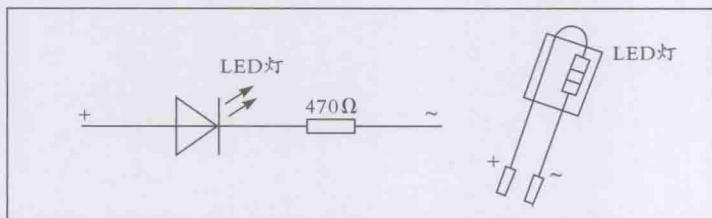

图1-8 自制LED灯
①LED灯可以自制。用一个发光二极管，串联一个470Ω的电阻，再连两个插脚，便制成一个LED灯（图1-8）。